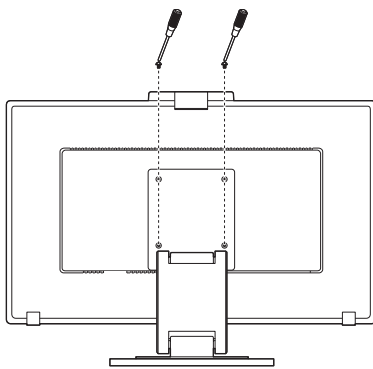

Figura S.2
4. Rimuovere per prime le 2 viti inferiori (**Figura S.2**).